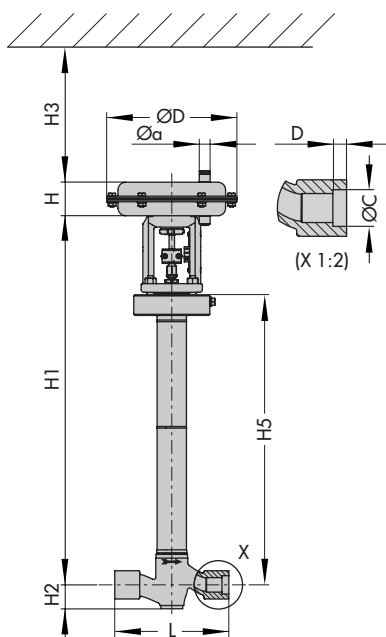

Рис. 5 Проходной клапан тип 3248-1
**Таблица 5а · Проходной клапан тип 3248 из нержавеющей стали, короткий вариант, Class 150...300 (рис. 5)**